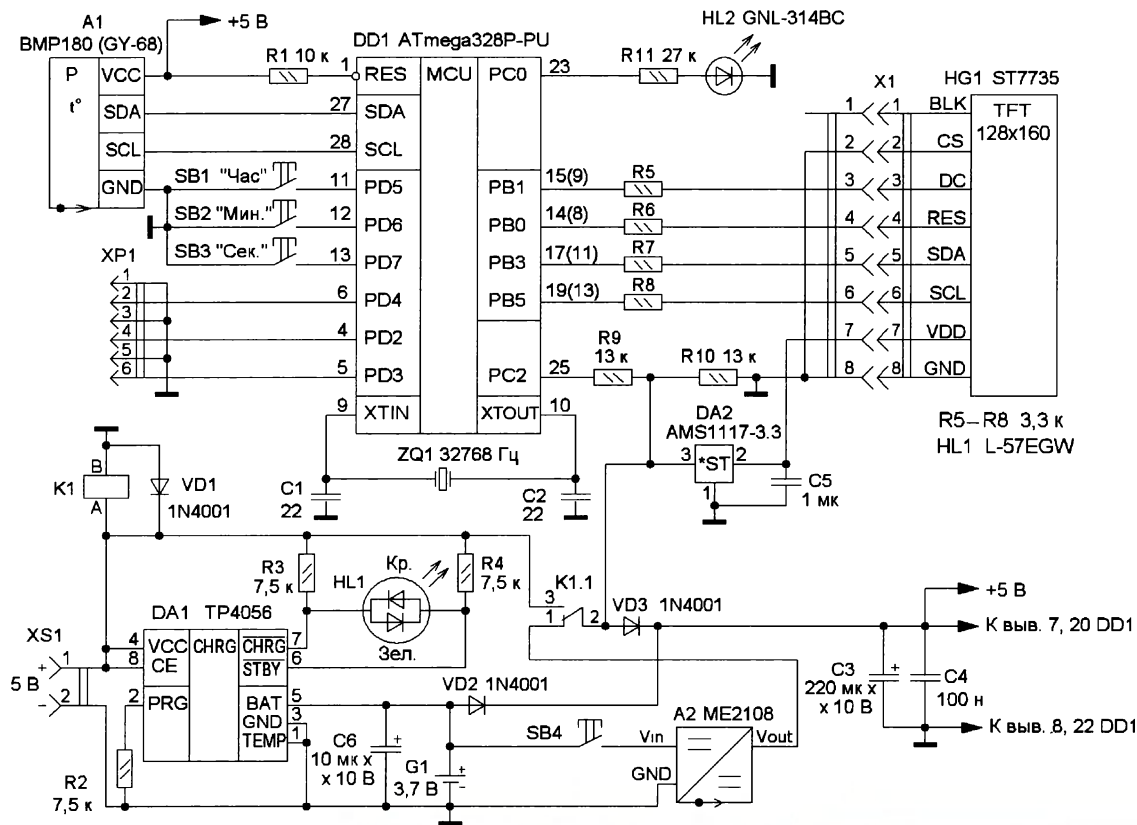

Рис. 1
Схема прибора изменилась незначительно, она показана на рис. 1. Поэтому, если уже есть готовая плата, можно использовать её с небольшими переделками. Кроме того, исправлены две ошибки. В журнальной публикации [1] на схеме вывод 1 дисплея (BLK) ошибочно заведён на общий провод. Этот вывод используется для управления яркостью дисплея, его можно куда не подключать или подключить к выводу питания. У микросхемы TP4056 вывод 1 (датчик температуры) соединён с общим проводом. Следует отметить, что зарядное устройство нормально работает и при неподключённом выводе, однако, согласно документации на микросхему, это соединение должно быть. Вывод 2 (CS) дисплея, который раньше шёл на вывод PB2 (D10) микроконтроллера (МК), соединён с общим проводом.